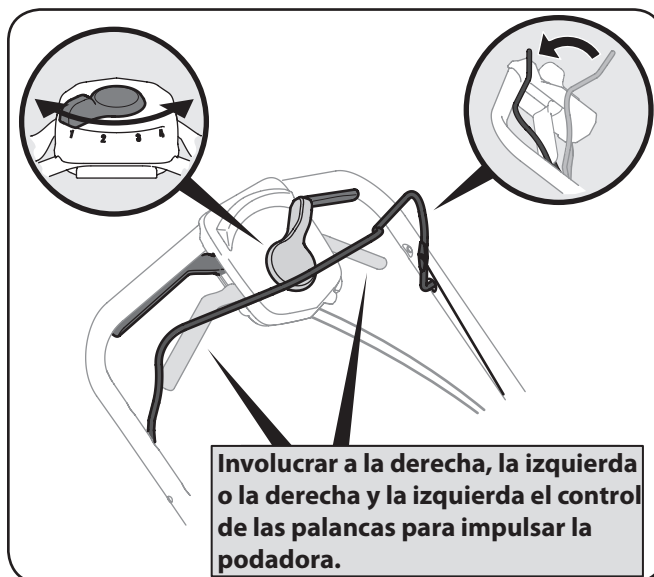

Figura 5-2
1. Una vez que el motor esté funcionando y sin dejar de mantener el control de la cuchilla, apriete uno (o ambos en coche) los controles de la transmisión contra la manija superior para propulsar la podadora. Vea Figura 5-2.